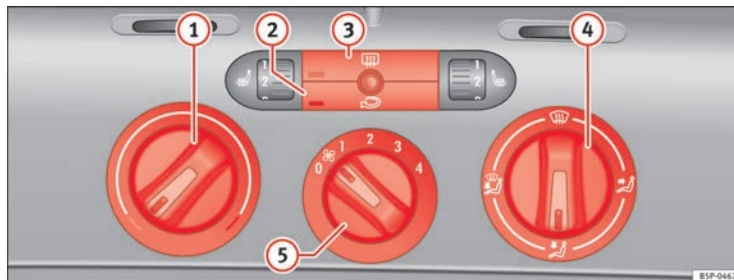

Fig. 107 Comandos do aquecimento no painel de instrumentos
- Com os reguladores ⇒ fig. 107 ① e ④ e com o interruptor ⑤ é ajustada a temperatura, a distribuição do ar e o nível do ventilador.
- Premir o respectivo botão ② ou ③, para ligar e desligar uma função. Quando a função está activa, a janela que se encontra no canto inferior esquerdo do botão ilumina-se.